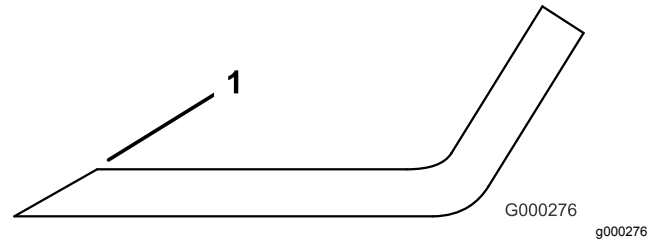

Figura 140
4. Afilelos si están romos o tienen mellas (Figura 140).